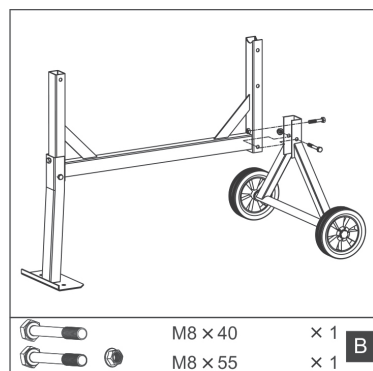

Fig.6
3. Montez l'unité de roue sur le cadre de tambour pré-assemblé. S'assurer que tous les raccords vissés sont bien serrés. Utilisez les accessoires avec l'étiquette (B), Fig.6.